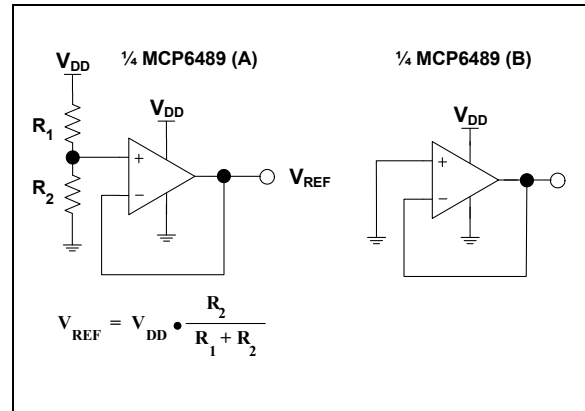

図 4-7: 未使用オペアンプ
2 回路入りパッケージ (MCP6487) または 4 回路入りパッケージ (MCP6489) では、一部のオペアンプを使わない場合があります。そのような場合、未使用のオペアンプを図 4-7 のように構成する必要があります。これらの回路は、出力のトグリングとクロストークの発生を防ぎます。図中左側の回路 (A) は、オペアンプのノイズゲインを最小限に抑えます。抵抗分圧器は、オペアンプの出力電圧レンジ内で必要な参照電圧を生成します。オペアンプはこの参照電圧をバッファリングします。右側の回路 (B) の場合、部品点数を最小化できます。